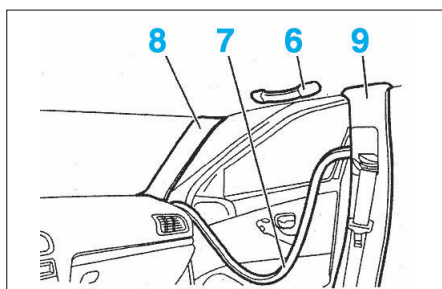

FIG. 39
- Déclipper les sondes (4) et les faire passer dans les ouvertures (5).
- Déposer la poignée de maintien (6) (Fig.39).